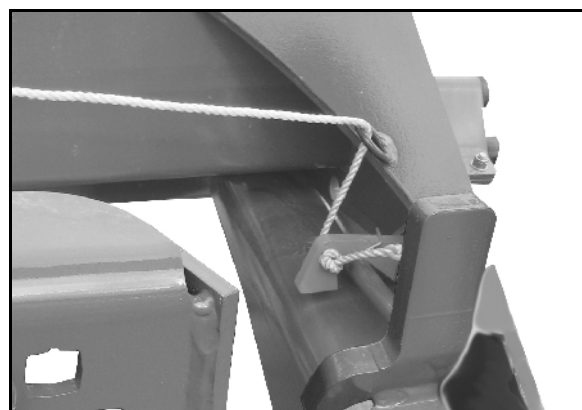

Рис. 28
- **Рис. 28** – левая сторона агрегата